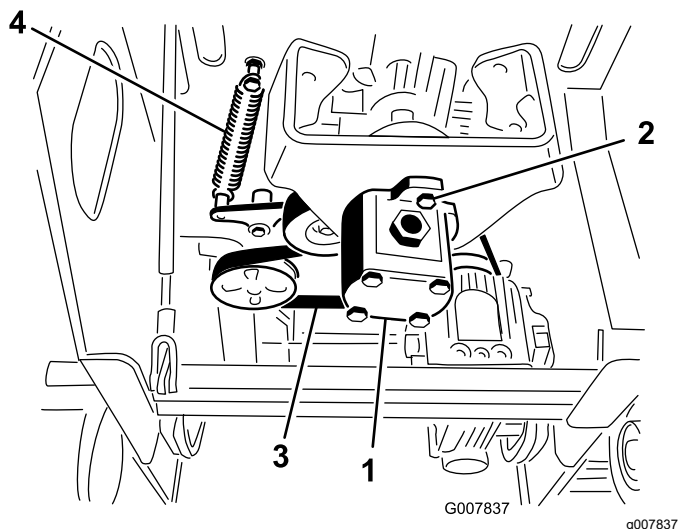

Bild 47
5. Lösen Sie die zwei Pumpenschrauben (Bild 47).
6. Drehen Sie die Pumpe nach links und lassen Sie sie nach unten, von der Riemenscheibe weg, ab (Bild 47).
7. Ziehen Sie das Ende der Spannscheibe mit einem Federzieher (vom offiziellen Vertragshändler erhältlich) oder einem starren Metallhaken von der Federschraube, um die Riemenspannung zu lösen (Bild 47).